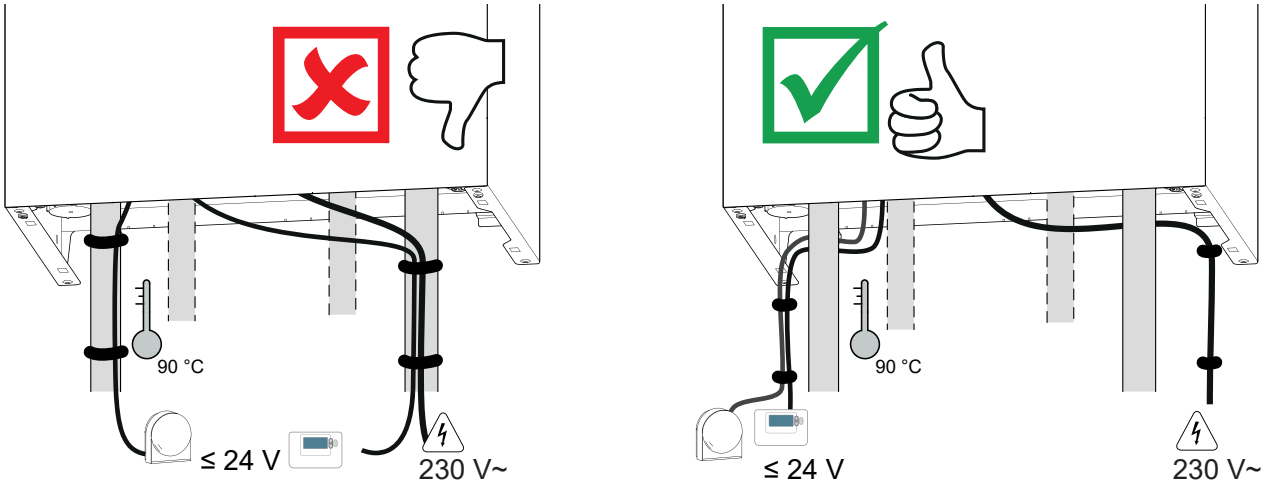
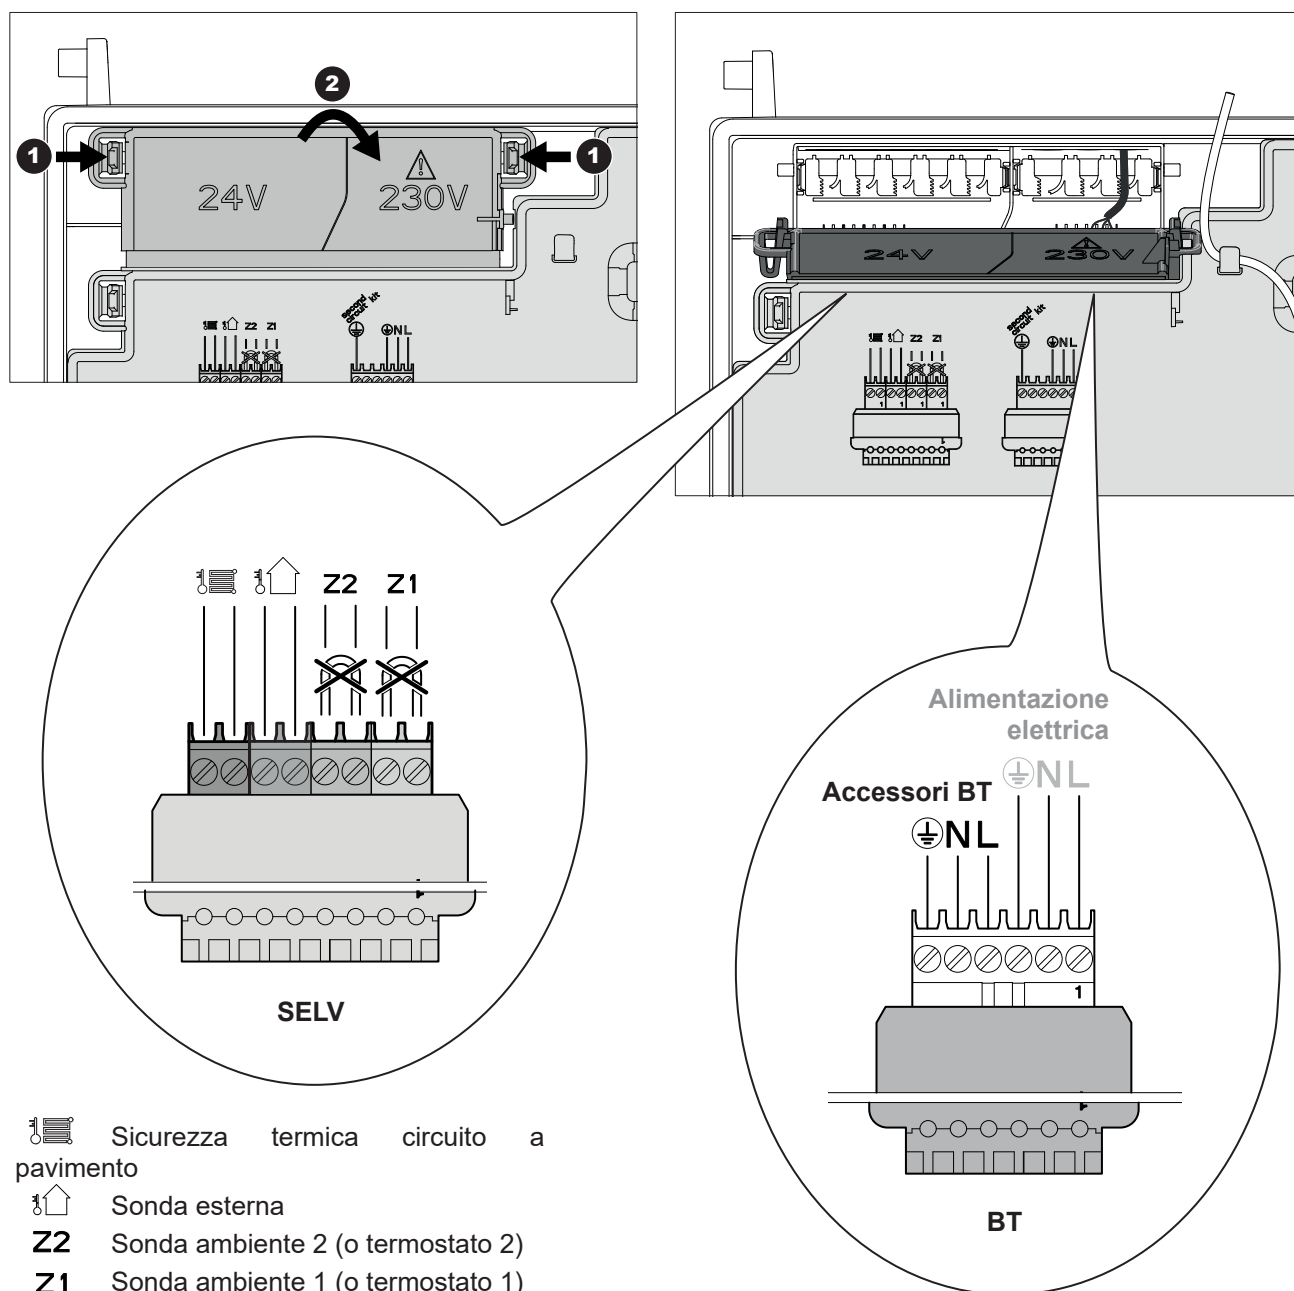

fig. 20 - Posizionamento dei cavi
fig. 22 - Accesso morsettiera
Sul connettore BT sono disponibili dei morsetti (fig. 22) per alimentare un accessorio.
- Effettuare i collegamenti come indicato nello schema (fig. 20 e fig. 22).